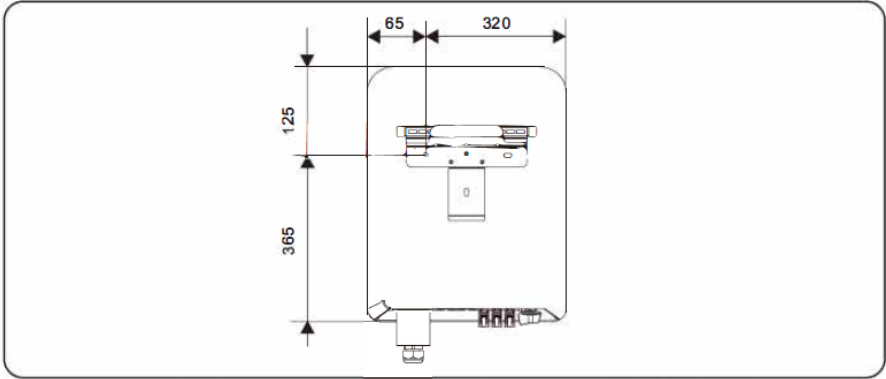

Figura 4.10 Cotas posiciones (unidad: mm)
**Paso 2** Utilice el panel posterior para determinar los puntos en los que debe taladrar los orificios (véase la figura 4.10).